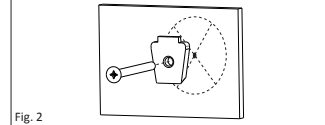

Fig. 2
7. Attach Assist Bar mounting bracket to the wall with screws. DO NOT COMPLETELY TIGHTEN. (see Figure 2).
8. Attachez le support de fixation de la barre d'assistance au mur avec le tire-fond à tête hexagonale 1/4 po x 2-1/2. NE SERREZ PAS COMPLÈTEMENT. (Fig. 2).